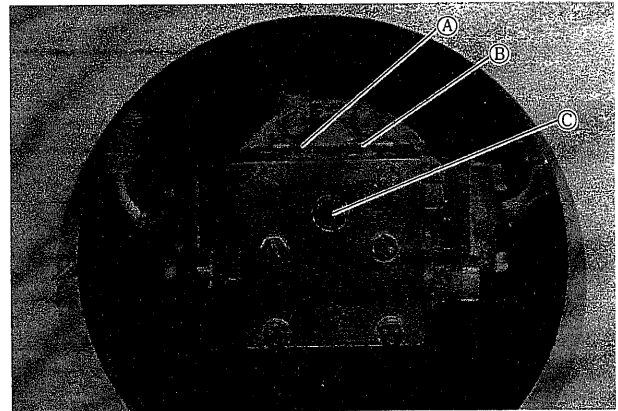

Fig. 104
### (2) Hydraulic motor (Fig. 104)